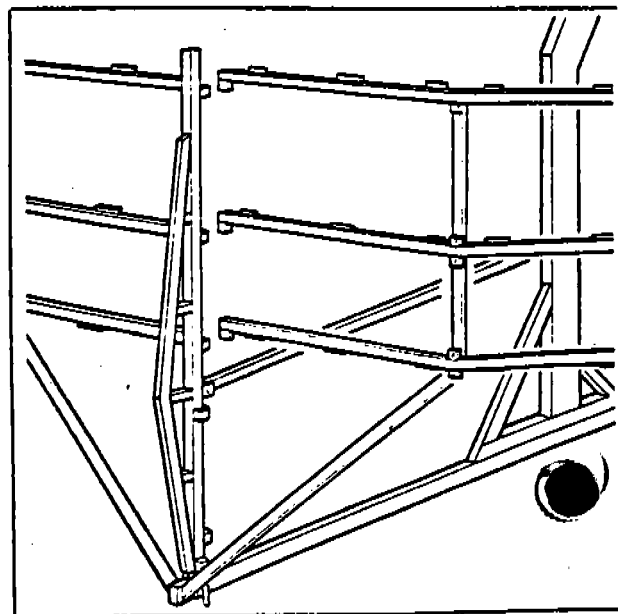

Fig. 33
- b) Assemble all horizontal bars (Fig. 33, 1) and transversal tension rods (Fig. 33, 2) matching the marks, secure them and all with pins and safety clips.
- b) Montare tutti i traversi/tiranti diagonali (Fig. 33) rispettando le sigle riportate su support e traversi/tiranti diagonali e fissarli con spine e copiglie.